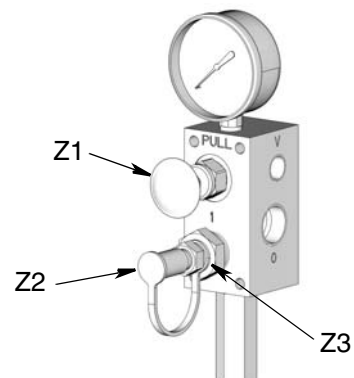
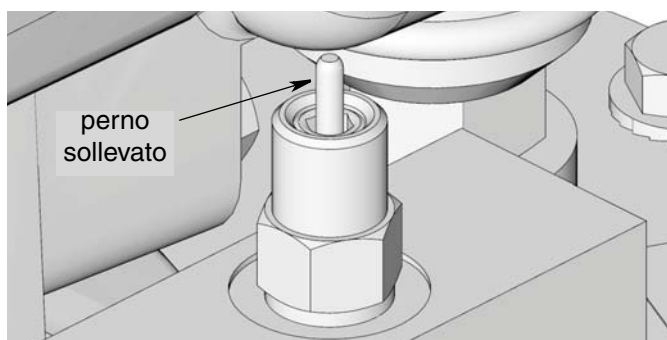

FIG. 16
FIG. 18
3. Rimuovere il coperchio antipolvere giallo (Z2) dal raccordo di riempimento (Z3) (FIG. 16).
4. Collegare la linea di riempimento (AA) tra la pompa della stazione di riempimento remoto (P) e l'attacco del raccordo di riempimento (Z3) contrassegnato con "1" (FIG. 16).
5. Avviare la pompa della stazione di riempimento remoto (P).
6. Quando il serbatoio (K) è riempito:
- la pompa della stazione di riempimento remoto (P) entra in stallo (perdita di pressione),
- il perno di intercettazione riempimento automatico (S) si solleva, vedere FIG. 18,